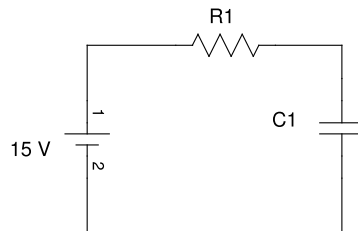

Figura 6.1
1. Monte o circuito da figura 6.1 para $R_1 = 10k\Omega$ e $C_1 = 1000\mu F$;